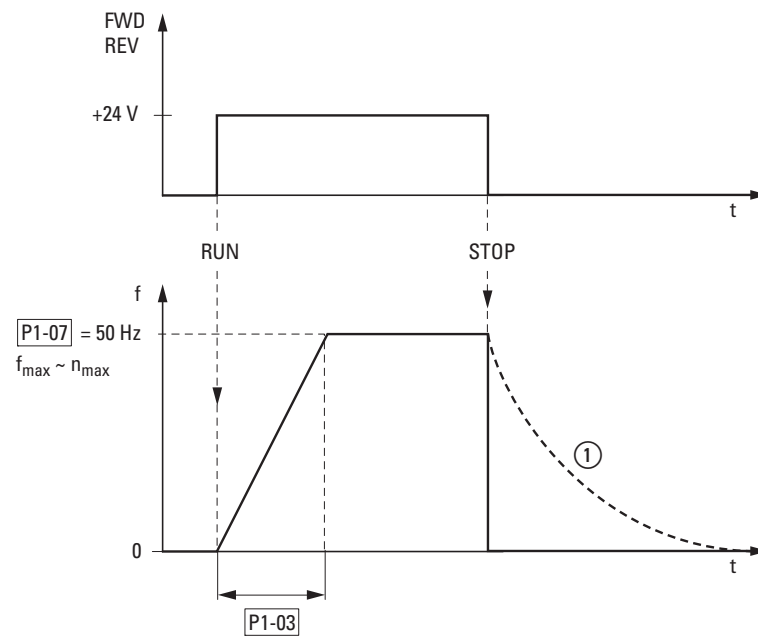

Figura 90: Comando di avvio/arresto alla massima tensione di riferimento
La figura 90 riporta un esempio dell'andamento nel caso in cui il segnale di abilitazione (FWD/REV) viene collegato e la tensione di riferimento massima (+10 V) è presente. La velocità di rotazione del motore segue la frequenza d'uscita, sulla base del momento di carico e di inerzia (slittamento), da zero a n_{max} . Se durante il funzionamento il segnale di abilitazione (FWD, REV) viene disinserito, l'invertitore viene bloccato immediatamente (STOP) e la frequenza di uscita viene impostata a zero. Il motore si ferma senza essere controllato (vedere ① in figura 90). Il tempo di accelerazione viene impostato nel parametro P1-03.